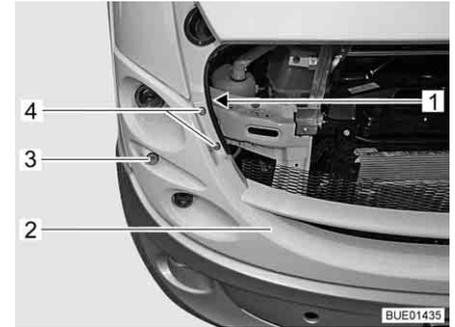

Fig. 260 Parte anteriore in plastica con lampade
- Svitare e rimuovere la vite (Fig. 260, 1) con rondella.
- Tirare con cautela in avanti e lateralmente la parte anteriore di plastica (Fig. 260, 2) fino a rendere accessibile l'involucro della lampada.
- Sfilare l'involucro della luce di posizione (Fig. 260, 3) con la lampada.